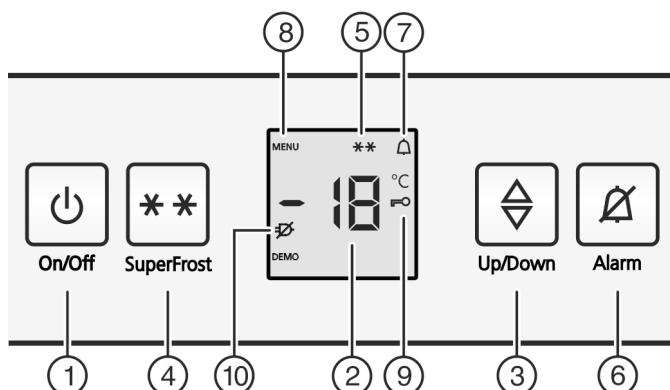

Fig. 2
- Вместе с индикацией температуры мигает символ «SuperFrost» Fig. 2 (5)*
- ▶ Нажать кнопку On/Off Fig. 2 (1).
- ▶ Активация режима настройки: Нажмите кнопку SuperFrost Fig. 2 (4) и удерживайте ее прим. 5 секунд.
- ▷ На индикаторе будет отображаться символ «Меню» Fig. 2 (8).
- ▶ Для подтверждения нажать и отпустить кнопку «SuperFrost» Fig. 2 (4).
- ▷ На индикаторе горит символ «Защита от детей» Fig. 2 (9).
- ▶ нажмите и отпустите кнопку "On/Off" Fig. 2 (1).
- ▷ Символ «Защита от детей» Fig. 2 (9) гаснет.
- ▶ Нажмите кнопку Alarm Fig. 2 (6).
Одновременно мигает индикация температуры и символ тревоги Fig. 2 (7).
Звуковой сигнал выключается автоматически, символ аварийного сигнала Fig. 2 (7) выключается и индикатор температуры перестает мигать, если температура снова становится достаточно низкой.